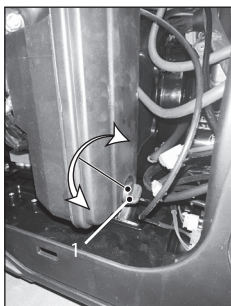

Рис. 16
2. Откройте крышку воздушного фильтра с помощью установленного винта 1 (рис. 16).